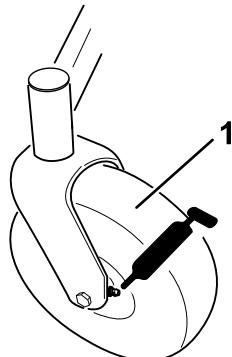

図 29
3. グリスフィッティング 図 29をウェスできれいに拭く。
4. フィッティングにグリスガンを接続する 図 29。